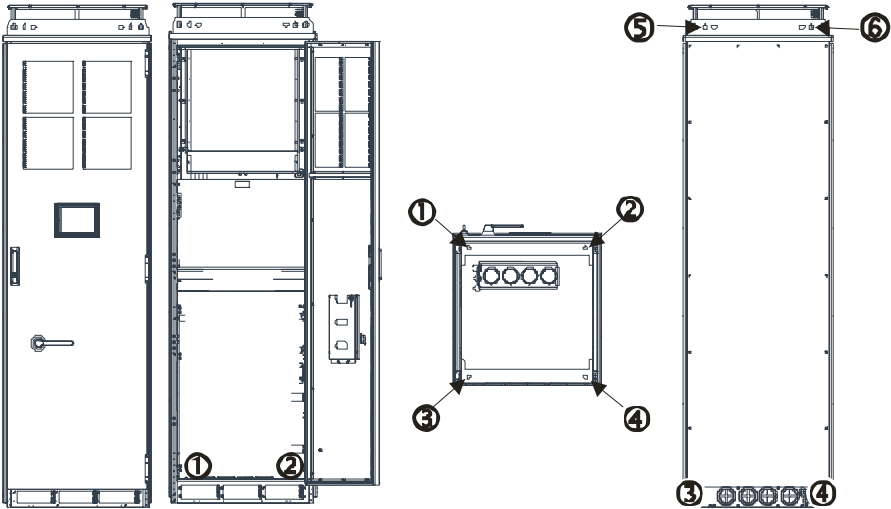

图 2-7
3. 安装方式: 如图 2-7 所示, 开启机柜门后, 位于机柜内前面底座固定孔①②及背后底座固定孔③④, 是台达机柜安装固定孔位。注意: 需先将配线孔板拆卸后, 若空间许可才能使用固定孔③④(Note 2)。
参考图 2-7 所示, 固定位于机柜内前面底座固定孔①②及背后顶部固定孔⑤⑥。